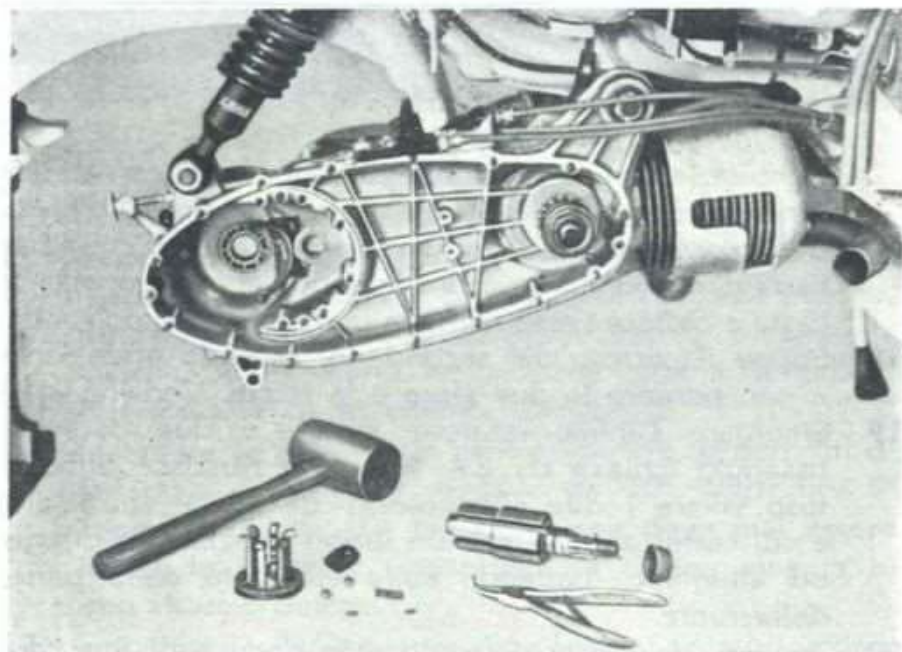

Fig. 13
- 18 Sfilare il corsoio dal secondario, facendo attenzione a non perdere le due sfere e la molla. Vedi fig. 13.